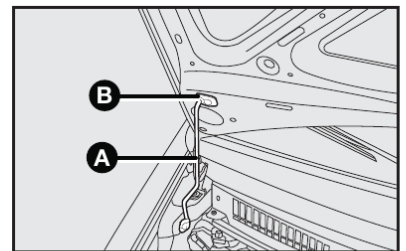

fig. 103
- 4) introduzir a extremidade da vareta **A** na abertura **B** do capô do motor **fig. 103**.
- 1) manter levantado o capô com uma mão e, com a outra, tirar a vareta **A-fig. 103** da abertura **B** e repô-la no seu dispositivo de bloqueio;